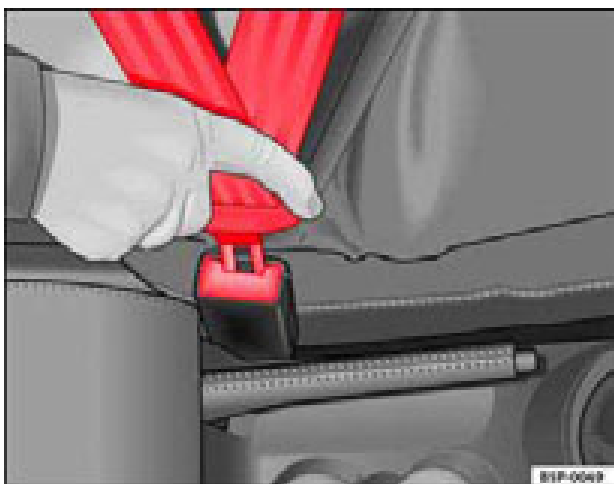

Fig. 11 Cierre y lengüeta del cinturón de seguridad
- Introduzca la lengüeta en el cierre del asiento correspondiente hasta que encastre de un modo audible ⇒ **fig. 11**.